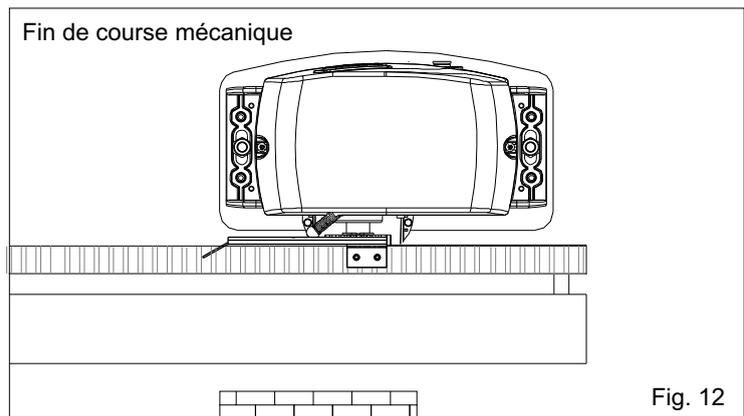
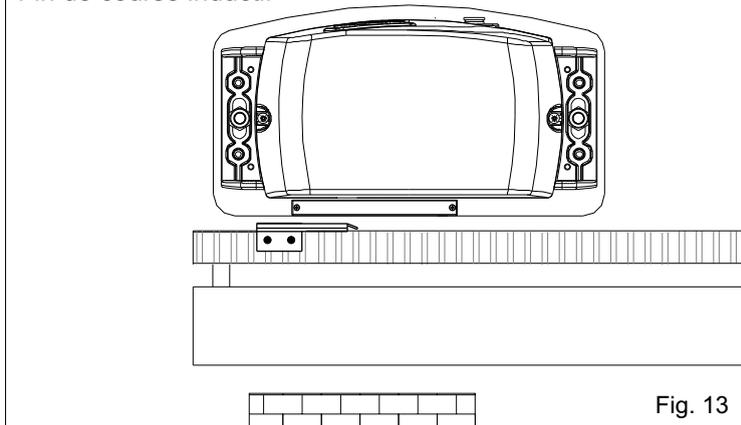
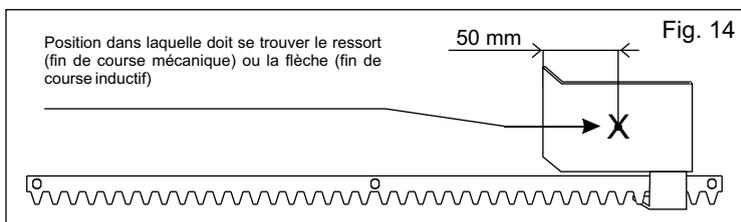

Fig. 12
Fig. 13
Fig. 14
- Positionner la plaque sur la crémaillère de façon d'avoir le fin de course (doigt en cas de fin de course mécanique (Fig. 12); flèche d'identification positionnée sur le côté supérieur en cas de fin de course inductif (Fig. 13)) en correspondance du point X que se trouve à 50 mm du côté plié de la plaque (Fig. 14) et la fixer avec les vis en dotation (Fig. 15).
- Positionner la plaque sur la crémaillère de façon d'avoir le fin de course en correspondance du point X que se trouve à 50 mm du côté plié de la plaque (Fig. 14) et la fixer avec les vis en dotation (Fig. 15).